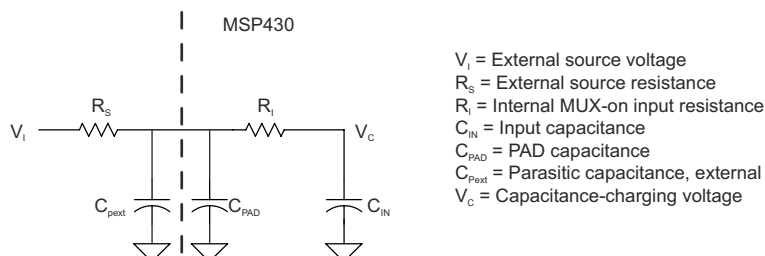

图 8-18. eCOMP Input Circuit
(1) See 图 8-18 for eCOMP CIN model.